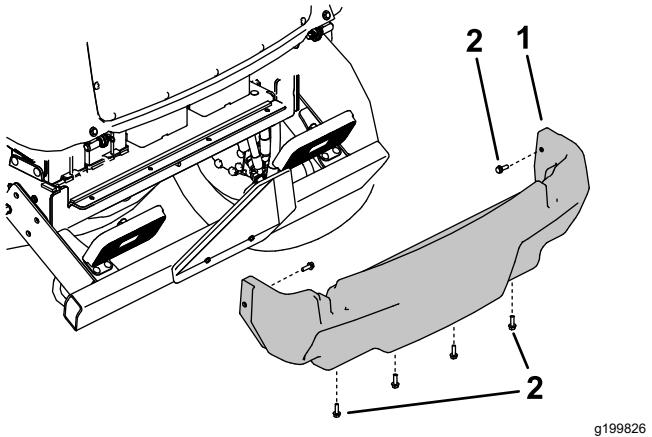

Bild 81
5. Entfernen Sie die sechs Bundkopfschrauben, mit denen die hintere Abdeckung am Rahmen befestigt ist, und nehmen Sie die hintere Abdeckung ab (Bild 81).
4. Montieren Sie die hintere Abdeckung (Bild 81).